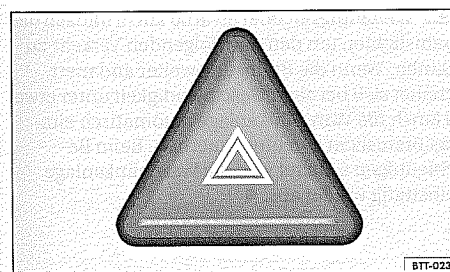

Abb. 208 In der Mitte der Instrumententafel: Schalter für die Warnblinkanlage.
2. Warnblinkanlage mit der Taste ⚠ einschalten ⇒ Abb. 208.